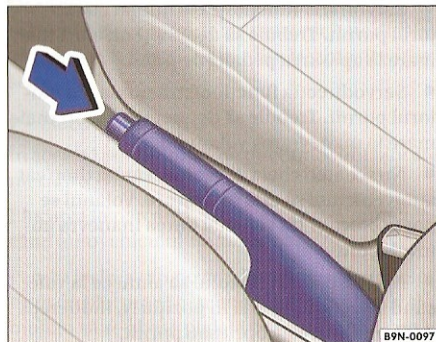

Fig. 86 Frâna de staționare dintre scaunele din față.
– Trageți maneta ⇒ fig. 86 frânei de staționare în sus.
– Apăsăți butonul de blocare din maneta frânei de staționare în sensul indicat de săgeată ⇒ fig. 86.